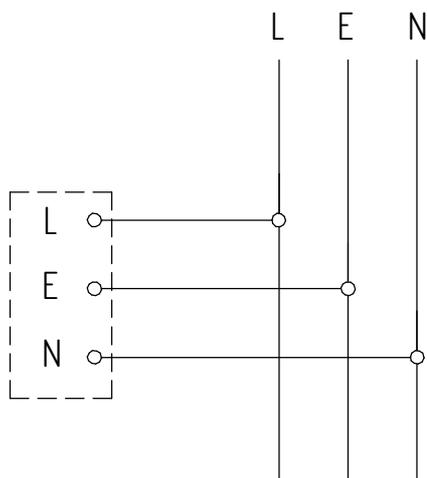

Рисунок 6 - Схема подключения светильника к сети
2) Отогните язычок с клеммной колодкой. Подключите сетевой кабель к клеммной колодке (см. рисунок 6), предварительно протянув его через заглушку, как показано на рисунке 5.
4) Отогните язычок с клеммной колодкой. Подключите сетевой кабель к клеммной колодке (см. рисунок 6), предварительно протянув его через заглушку, как показано на рисунке 5.